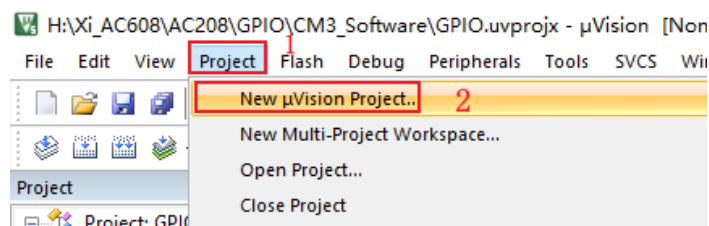

图 1.20 新建 MDK 工程
1. 打开 MDK 软件，点击 Project->New uVision Project，创建一个新工程，如下图 1.20 所示。